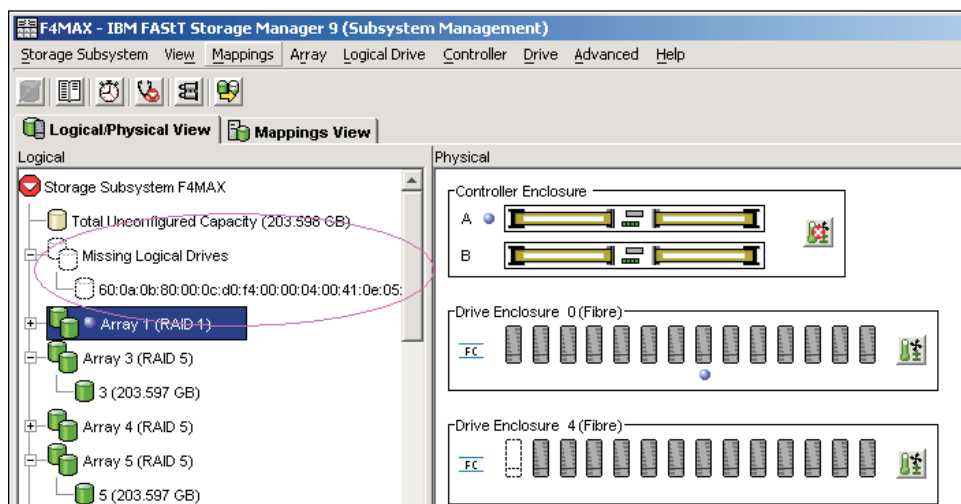

図 24. 欠落した論理ドライブに関するサブシステム管理の「Logical/Physical (論理/物理)」ビュー (7.xx.xx.xx より前のコントローラー・ファームウェア)
- コントローラー・ファームウェアが 7.xx.xx.xx 以前の場合は、「Storage Subsystem Management (ストレージ・サブシステム管理)」ウィンドウで、DS ストレージ・マネージャーがそのアレイ/論理ドライブを欠落としてマーク付けするのを待機する。図 24 を参照してください。